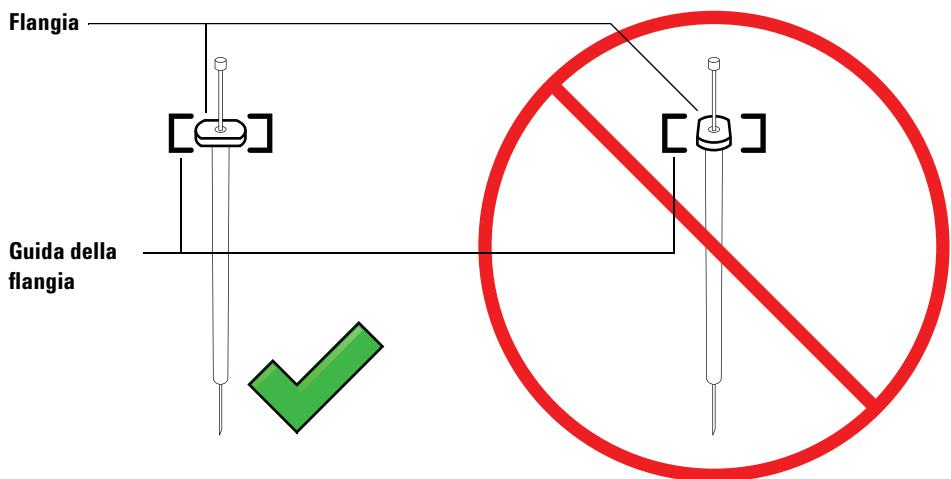

Figura 46 Orientamento della flangia della siringa
- 7** Allineare la flangia della siringa alla guida della flangia e inserire la siringa tenendo l'ago nel foro della base di supporto. Assicurarsi che il bordo piatto della flangia della siringa sia rivolto verso l'esterno (**Figura 46**).